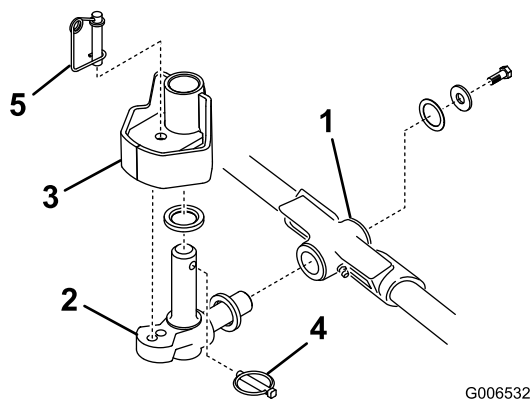

Bild 13
1. Setzen Sie eine Druckscheibe auf die horizontale Welle des Kreuzgelenks, wie in **Bild 13** dargestellt.
2. Setzen Sie die horizontale Welle des Kreuzgelenks in das Befestigungsrohr des Trägerrahmens (Bild 13).
3. Befestigen Sie das Kreuzgelenk mit einer Druckscheibe, einer flachen Scheibe und einer Bundkopfschraube am Trägerrahmen (Bild 13).
4. Setzen Sie eine Druckscheibe auf die vertikale Welle des Kreuzgelenks (Bild 13).
5. Falls abgenommen, setzen Sie die vertikale Welle des Kreuzgelenks auf die Hubarmdrehnabe (Bild 13).
7. Setzen Sie den Klapstecker in das Kreuzloch an der Kreuzgelenkwelle (Bild 13).
Hinweis: Wenn Sie eine fixierte Schneideinheitstellung wünschen, setzen Sie den Lenksperrstift auf das Befestigungsloch des Kreuzgelenks (Bild 13).
13. Haken Sie den Federdraht unten um den Lenksperrstift (Bild 13).